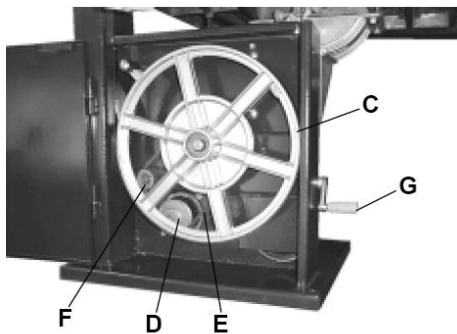

Рис. 24
Нижній шків (С) Рис. 24.
- Один шків знаходиться на проміжній осі, а інший – на осі двигуна (D) (рис. 24).
- «V»-подібний ремінь (E) (Рис. 24) проходить через шків на проміжній осі, через шків на осі двигуна та через плоский натяжний ролик (F) (Рис. 24). Натягнення реміню здійснюється за допомогою рукоятки (G) (Рис. 24).